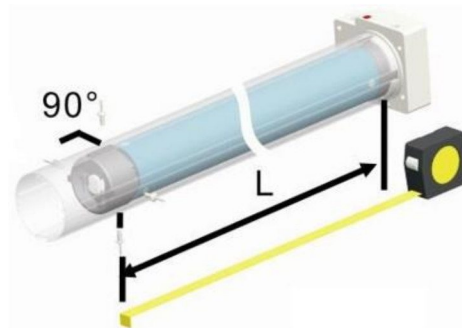

Fig. 13
- Una Vez Colocado el Operador Tubular dentro del Tubo de 60mm o 70mm (Según el Caso), se Fija con Pijas o Remaches a la Polea de Transmisión. Colocar las Pijas o Remaches Cada 90°. Ver (Fig. 13).